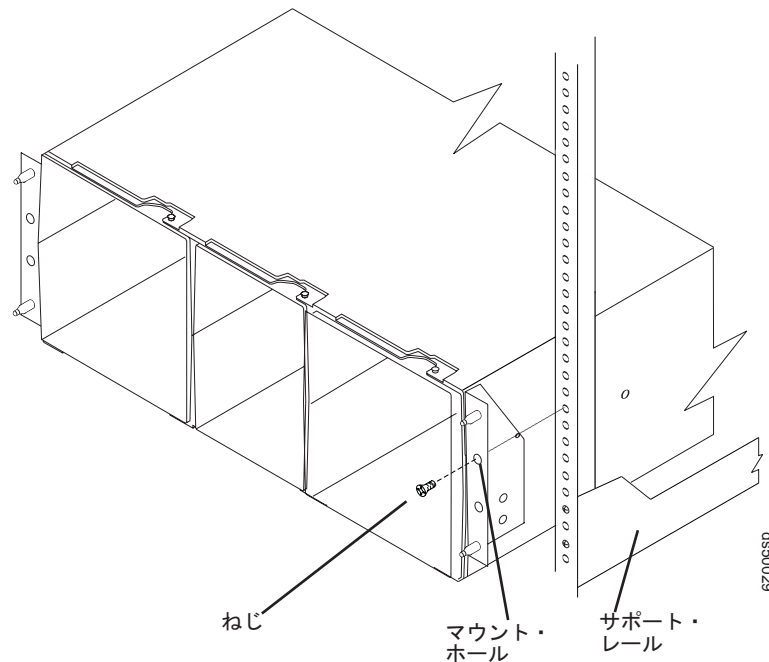

図 17. ラック・キャビネットへの DS5100 および DS5300 の固定
1. 空の DS5100 および DS5300 を発送ボックスから取り出し、ストレージ・サブシステムをキャビネットにセットします。52 ページの図 17 に、キャビネットおよびサポート・レールに対する空のストレージ・サブシステムの正しい方向を示します。
2. ストレージ・サブシステムをキャビネットに固定します。図 17 は、DS5100 および DS5300 をキャビネットの垂直部に固定する方法を示しています。